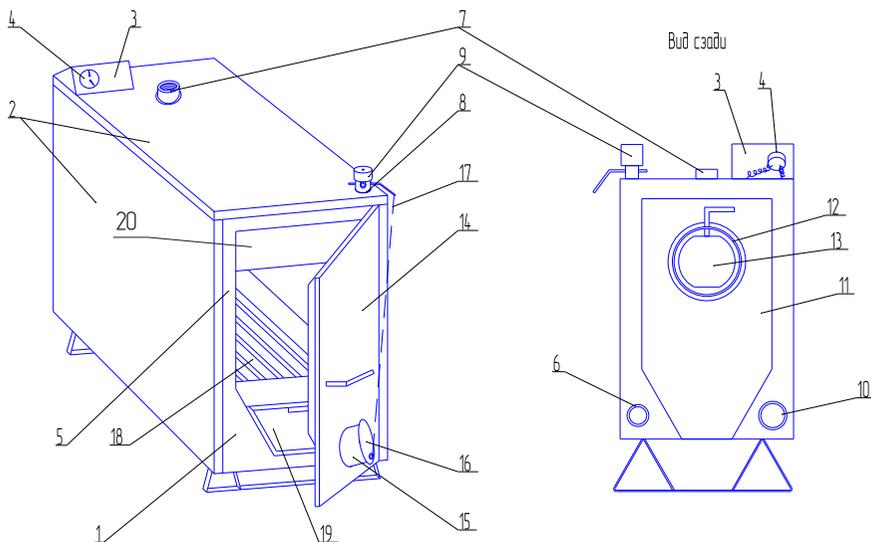

Рисунок 1 Конструкция отопительного аппарата
6.2 Дымоход (12) (Рис.1) футеровать асбестовым картоном толщиной 3-5 мм.
7.2 Положите на очищенные колосники бумагу и достаточное количество мелких дров (щепки, лучины, стружку), сверху положите дрова. Откройте заслонку дымохода (13) (Рис.1), зажгите бумагу, закройте дверку, полностью откройте крышку поддувального окна, зафиксировав ее цепочкой с крючком за верхний край дверки (для изделий Warmos TT-18K и Warmos TT-25K цепочкой регулятора тяги). Когда огонь полностью разгорится, прикройте заслонку дымохода и крышку поддувального окна в зависимости от требуемой температуры воды в котле.